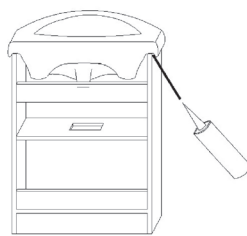

Fig. 8
6. (Optional) Apply the Silicone Gel between the Sink and Cabinet as shown in Fig. 8
6. (Facultatif) Fixez le gel de silicone entre l'évier et l'armoire, tel que montré à la figure 8
6. (Opcional) Coloque el gel de silicona entre el lavabo y el armario, como se muestra en la fig. 8